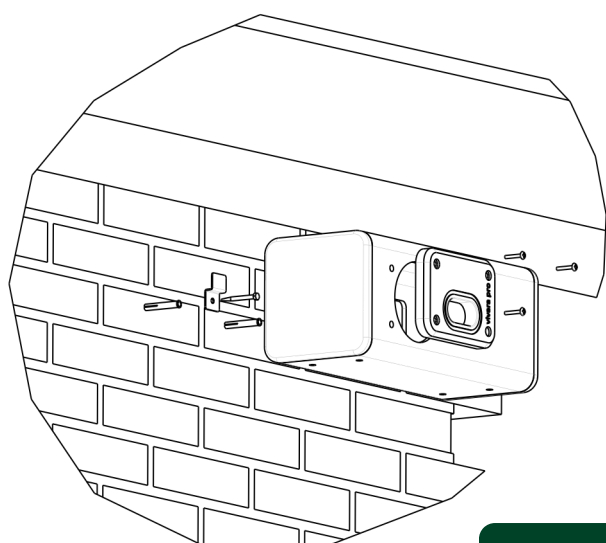

Afb. 3
- 2** Boor de gaten en plaats de pluggen voor de ophanghaken in de muur. Schroef de ophanghaken vast aan de muur. Plaats ook de plug voor de borgingsschroef (beide niet meegeleverd). Om de schroef voor de borging te kunnen vastdraaien, is het nodig om het frontje met invliegopening te verwijderen. (afb. 3 & 4)